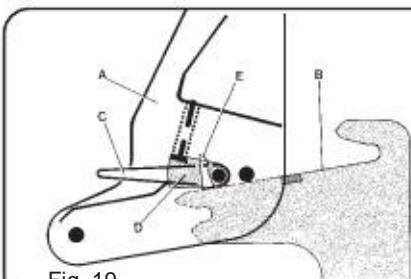

Fig. 19
9 - Die Stützen **ZURÜCKKLAPPEN** (Bild 19 und 20).
10 - RECULER lentement le tracteur, veiller à ne rien accrocher. (Fig. 19)
10 - Slowly REVERSE UP the tractor, making sure that nothing gets caught up (Fig. 19)
- 10 - Den Schlepper langsam ZURÜCKFAHREN. Achten Sie darauf, daß der Lader nie in Berührung mit oberirdischen Hindernissen kommt. (Bild 19).
- 10 - Langzaam ACHTERUIT RIJDEN met de tractor, let er op nergens achter te blijven haken. (fig. 19)